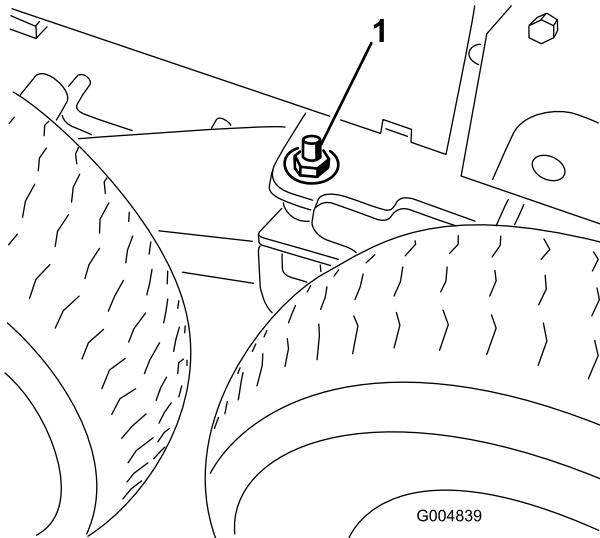

Figura 29
17. Retire la arandela plana (1/2 pulgada) y la tuerca (1/2 pulgada) instaladas en el espárrago del pivote del bogie (Figura 29).
23. Baje el gato hasta que el bastidor quede apoyado sobre las ruedas delanteras. Instale las arandelas planas (1/2 pulgada) y las contratuercas en el espárrago del pivote del bogie (Figura 29) y apriételas a 102 Nm (75 pies-libra).